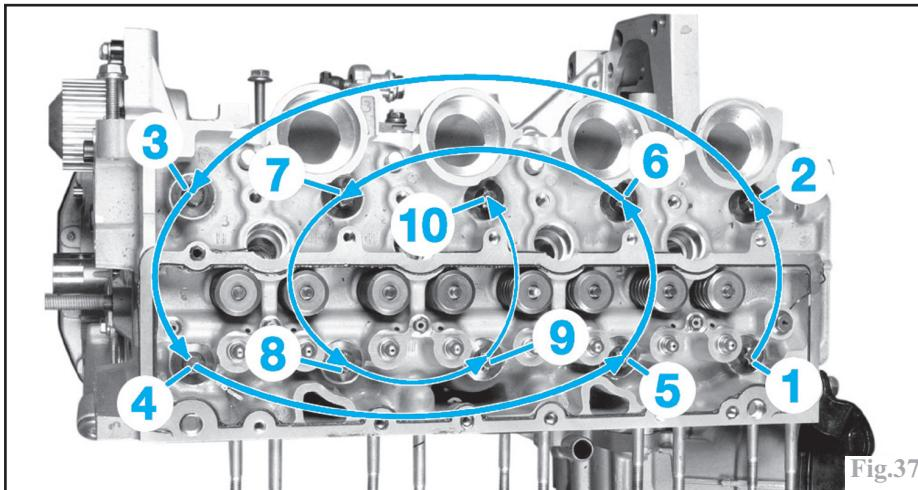

Fig.37
- les pions butée de bride d'injecteurs (16) en prenant soin de repérer leur position.
- les vis de culasse dans l'ordre indiqué (Fig.37).